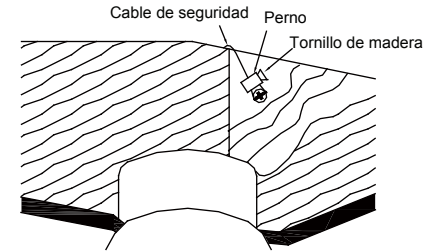

Fig. 14
Paso 2. Inserte el cable de seguridad a través del soporte de montaje y uno de los orificios de la caja de salida en el techo. Ajuste la longitud del cable de seguridad para llegar al tornillo y las arandelas tirando del cable adicional a través de la abrazadera del cable hasta que la longitud total sea correcta, vuelva a colocar el extremo del cable a través de la abrazadera del cable, formando un bucle al final del cable. Apriete firmemente la abrazadera del cable. Ahora, coloque el lazo en el extremo del cable de seguridad sobre el tornillo de madera y debajo de la arandela. Apriete firmemente el tornillo de madera. (Fig. 14)